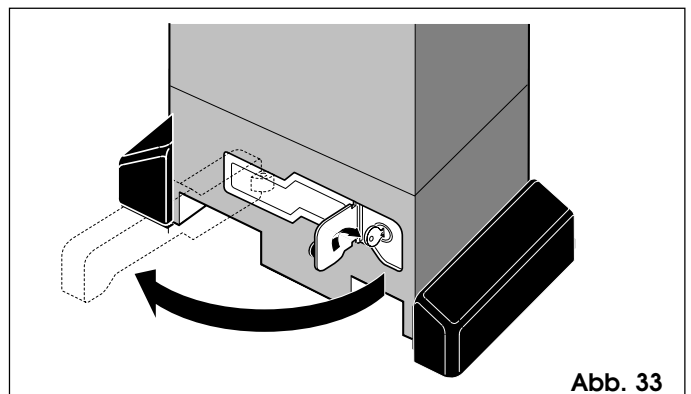

Abb. 33
- 2) Den Schlüssel im Uhrzeigersinn drehen und den Entriegelungshebel gemäß Abb. 33 anziehen.